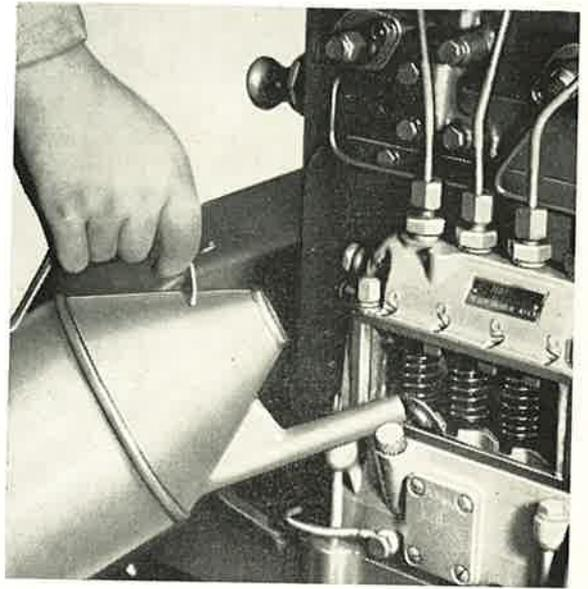
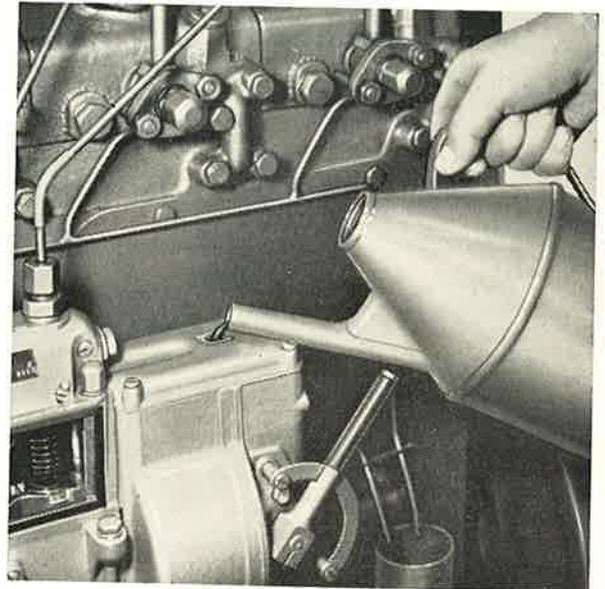

Abb. 42
Abb. 43
- das Gehäuse der Einspritzpumpe (Abb. 42) und den Regler (Abb. 43) mit Motorrenöl anfüllen (im Sommer OA-M9A und im Winter OA-M6A oder nicht legiertes Öl, im Sommer OT-K12 und im Winter OT-K8, wobei wir dasselbe Öl verwenden wie im Motor). Der Ölspiegel muss bis zum Ende des Ausschnittes am Messtab